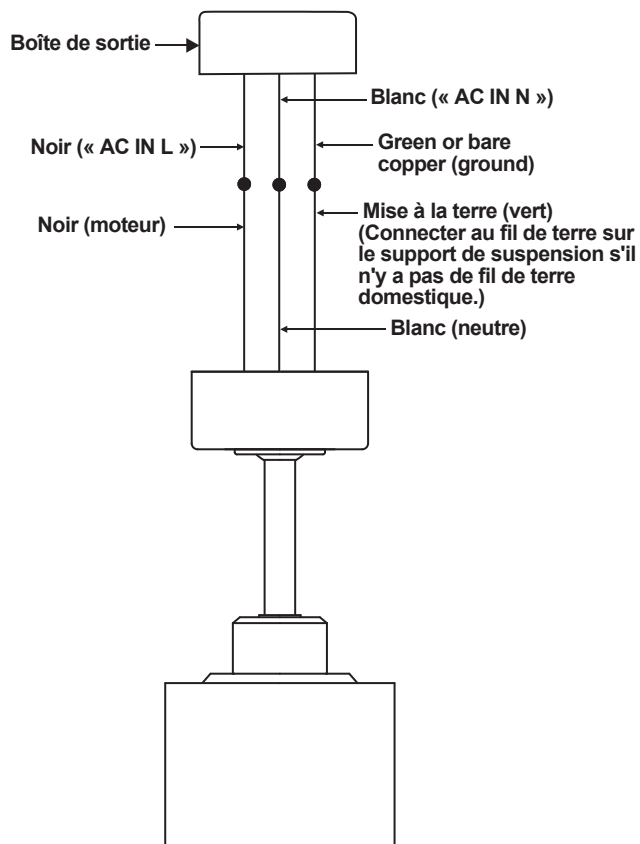

Figure 9
2. Raccordez le fil neutre du ventilateur (blanc) au fil neutre blanc du secteur. (Fig. 9)